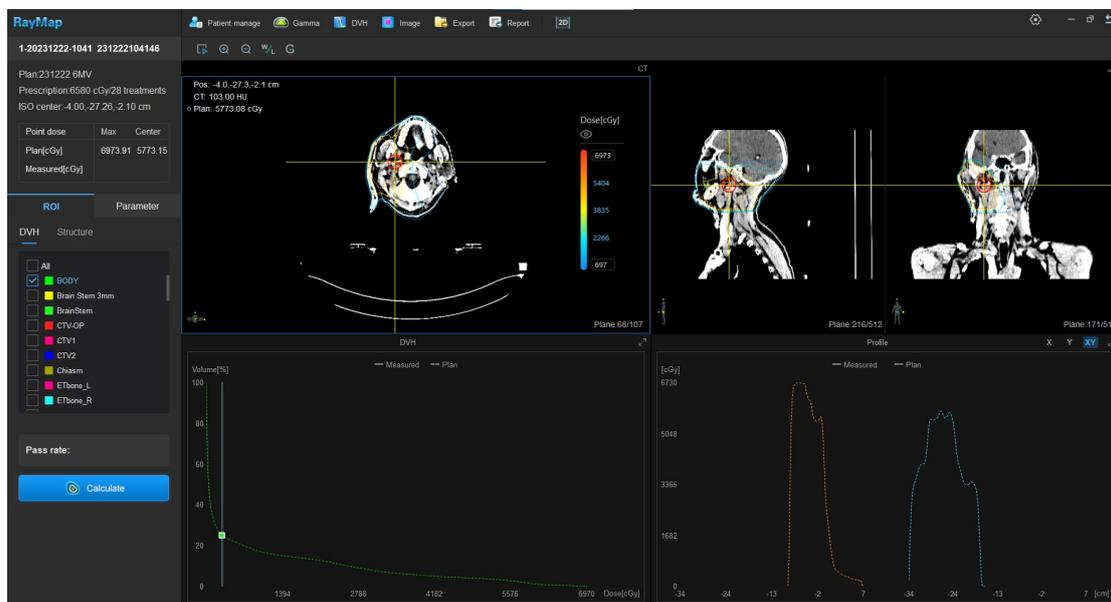

图6-3 3D分析图像界面-仅匹配 未分析
(3) 界面中间为分析图像界面。图像界面分为四个窗口，左上方窗口为CT横断面图像，左下方窗口为剂量体积直方图“DVH”，右上方窗口为CT矢状面冠状面图像，右下方窗口为剂量离轴曲线对比图“Profile”。若当前记录仪进行测量数据匹配并未进行分析计算时，分析图像界面显示没有伽马分布的CT且CT显示计划剂量的等剂量线，空的剂量体积直方图“DVH”以及剂量离轴曲线对比图“Profile”（此时仅有以虚线所示的计划剂量曲线）如图6-3所示；若当前记录已经进行匹配和分析计算，则该界面显示计算剂量图“Dose”，计划剂量图“Plan”，剂量离轴曲线对比图“Profile”以及伽马分布图“Gamma”。